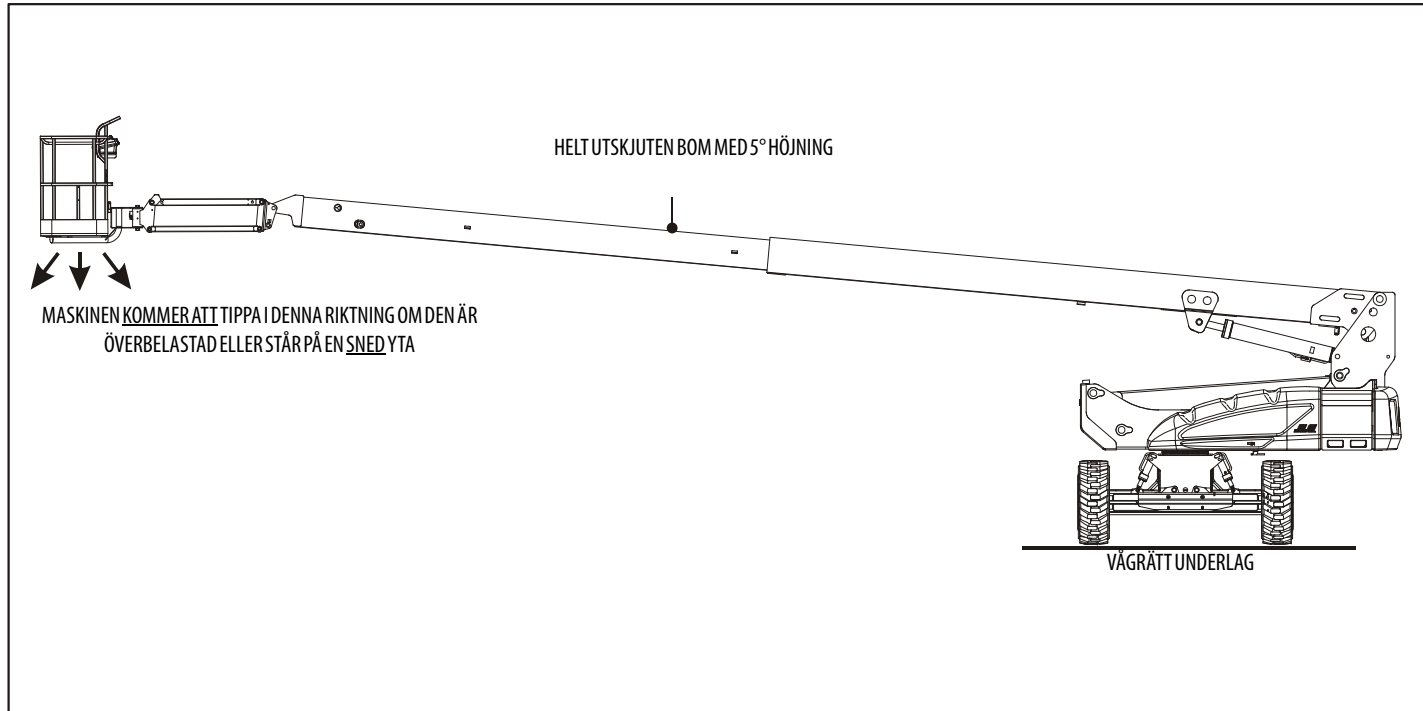
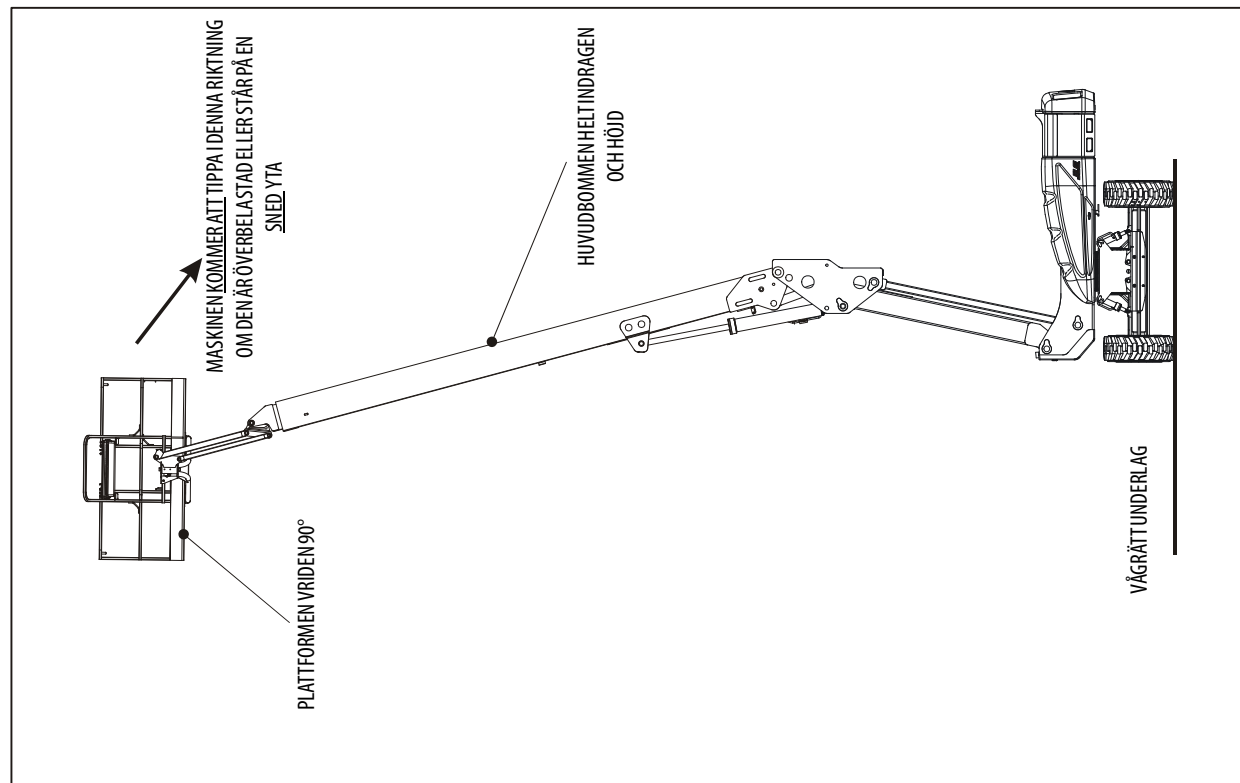

Fig. 4-1. Minsta stabilitet framåt
Fig. 4-2. Minsta stabilitet bakåt
Maskinens stabilitet baseras på två (2) villkor som kallas stabilitet FRAMÅT och BAKÅT. En maskin med minst stabilitet FRAMÅT visas i (Se Fig. 4-1.) och en maskin med minst stabilitet BAKÅT visas i (Se Fig. 4-2.)